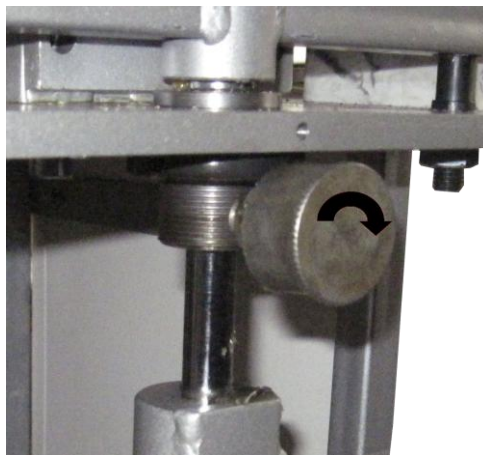

Рис. 6 – Прес маслянка
Для змащення вертикального штока (10) необхідно підкручувати прес маслянку на пів оберти через кожні 5000 циклів (рис.6) .